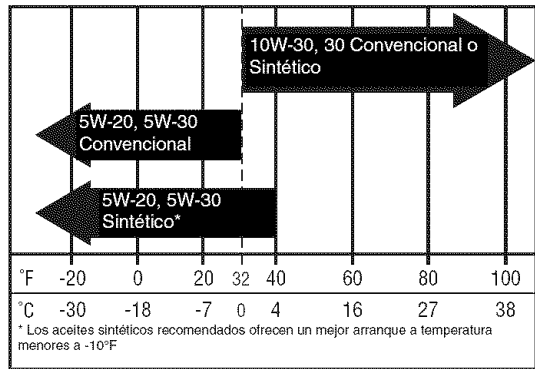
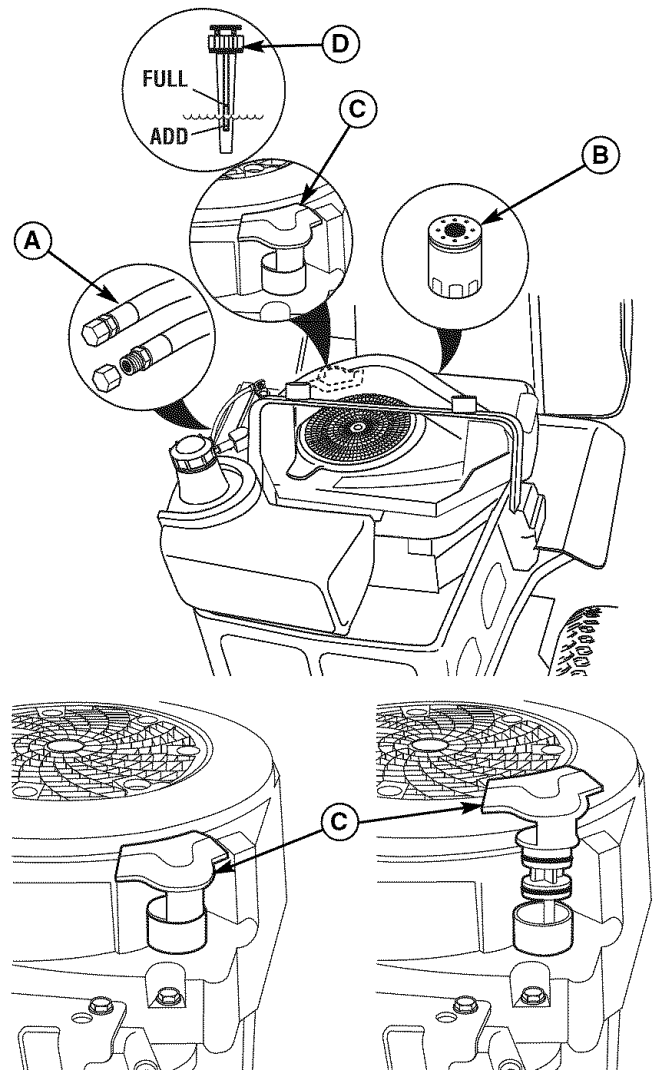

Figura 26. Aceite de Motor Recomendado
Figura 27. Cambio de Aceite
2. Limpie el área alrededor de la varilla para medición del nivel (C, Figura 27).
3. Remueva la varilla para medición del nivel (C) y límpiela con una toalla de papel.
5. Remueva la varilla para medición del nivel y lea el nivel de aceite. El nivel de aceite deberá estar entre las marcas "F" y "L" (D). De lo contrario, añada aceite de acuerdo con las recomendaciones de la tabla del aceite (Figura 26).
1. Limpie el área alrededor de la varilla de nivel de aceite (C, Figura 27) y el drenaje del aceite (A).
2. Quite el tapón del drenaje del aceite (A) y la varilla de nivel de aceite (C). Conceda un buen tiempo para que termine de drenar.
3. Quite el filtro del aceite (B). Tire el filtro a la basura.
7. Reinstale el tapón de drenaje de aceite (A).